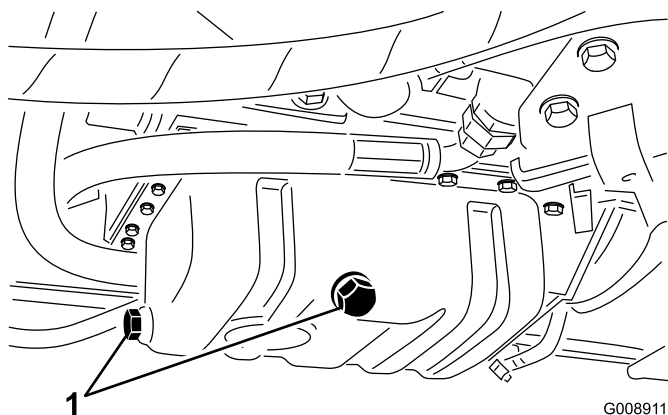

Figura 47
1. Togliete il tappo di spurgo (Figura 47) e lasciate defluire completamente l'olio in una bacinella. Quando l'olio cessa di defluire, montate il tappo di spurgo.